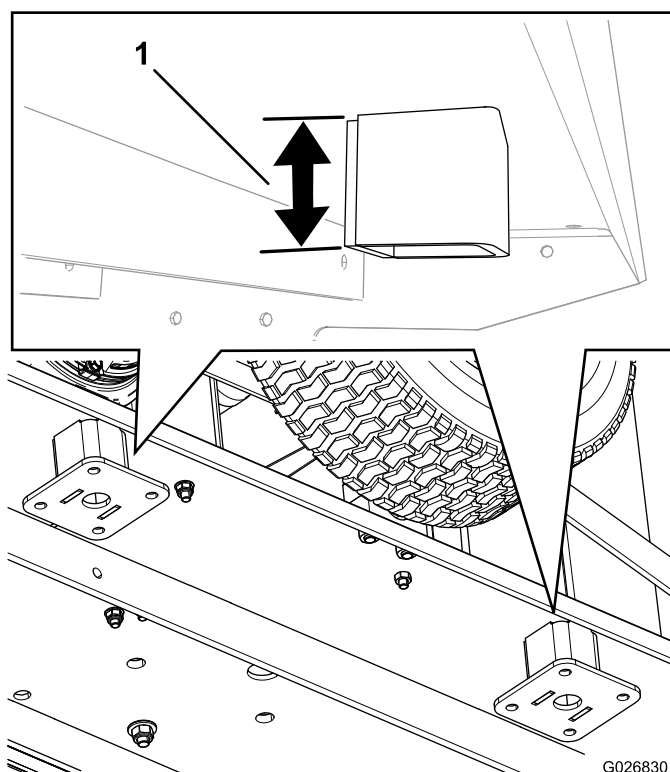

Figure 3
4. Coupez les supports de rouleur existants à une distance de 2,5 à 5,7 cm du cadre (Figure 3).